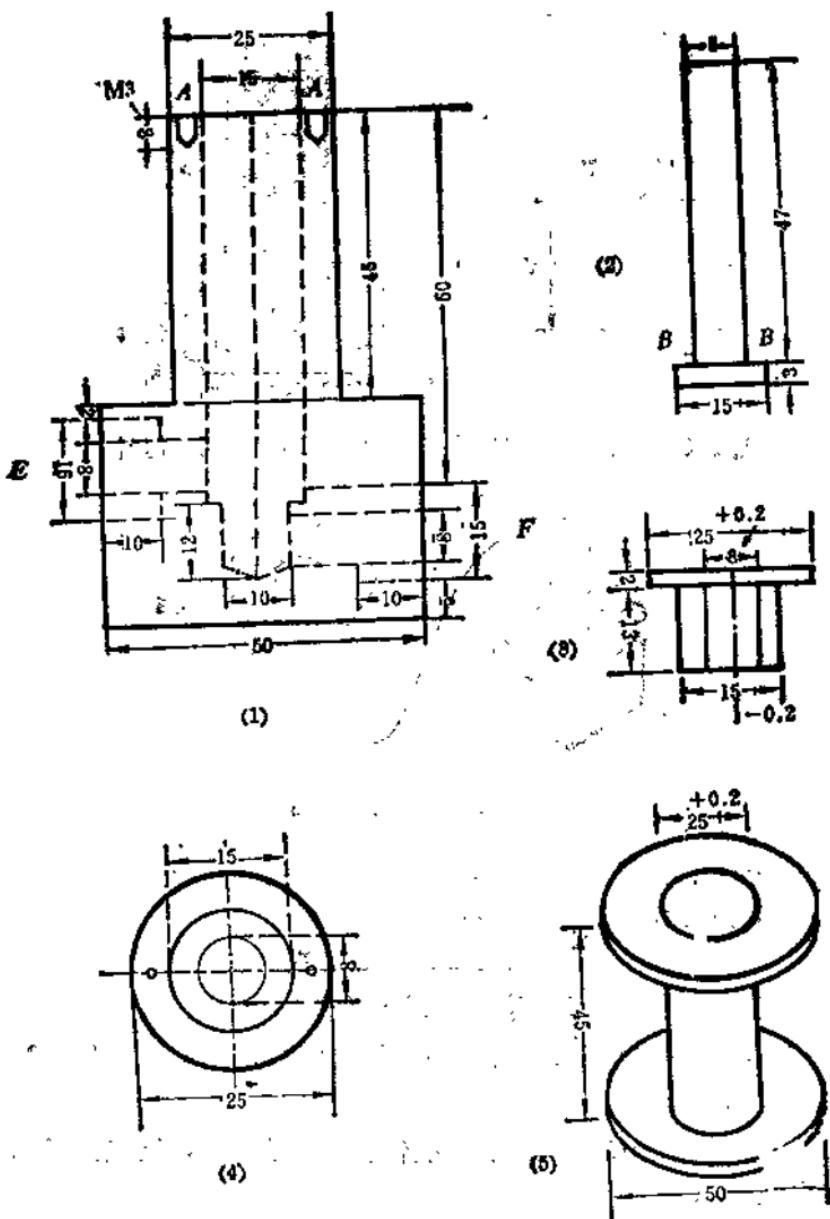

图1-5 电磁阀结构图
米的孔，孔深 6 厘米，另一头 3.5 厘米长锯成正方形，并在正方体的相对两侧钻两个 15 毫米的孔，孔深 10 毫米，接着钻一个 8 毫米的孔，钻到和中心孔相通为止，另外找一根 15 毫米粗细的圆钢，退火、车成如图 1-5(2)所示的尺寸，外面套一根压簧，另外再用尼龙棒车一个压板如图 1-5(3)、图 1-5(4)所示和图 1-5(1)的 A-A 面配合钻 2 个 2.5 毫米的孔，并将图 1-5.
(4)零件A面上钻2个 $\phi 3$ 小孔将图1-5(1)零件上2个2.5毫米孔攻M3螺攻,成M3。并在图1-5(2)B-B平面上粘上一层薄橡皮,将图1-5(2)零件套上50毫米长的压簧(可用2毫米钢丝绕制),然后套上图1-5(3)零件,拧上螺丝。注意:要使图1-5(2)滑芯能在图1-5(3)的套盖中活动为佳。零件在图1-5(1)的E、F两个15毫米孔中胶上两个塑料螺纹节头,以便和水套和水龙头旋牢。再做一个如图1-5(5)所示的线圈筒,在筒上用0.1线径的漆包线,绕10000匝套在图1-5(1)的圆柱端。